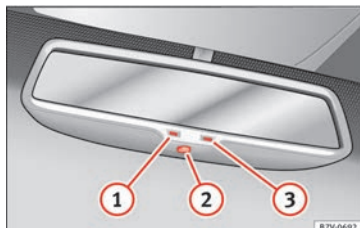

Fig. 147 Retrovisor interior antideslumbrante automático.
Leyenda de **fig. 147**:
- ① Testigo de control
- ② Mando
- ③ Sensor para detectar la incidencia de luz
Esta función se puede activar y desactivar pulsando el mando del retrovisor interior » **fig. 147** ②. Cuando está activada, se ilumina el testigo ①.